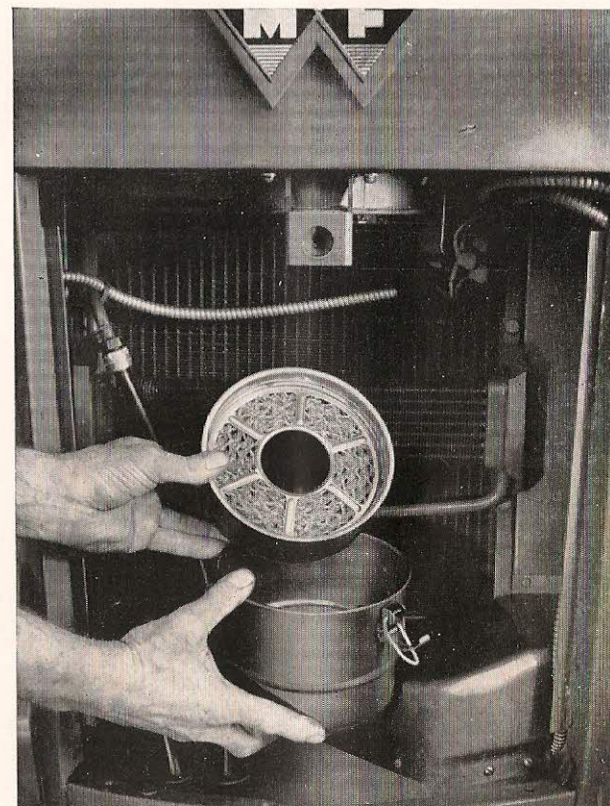

Fig. 21
- Vérifier l'huile du filtre à air (fig. 21) chaque jour ou plus souvent en conditions sévères. Si l'on constate des dépôts, la remplacer après avoir nettoyé soigneusement le bol du filtre. Respecter le niveau indiqué sur le bol. Employer une huile moteur SAE 20.